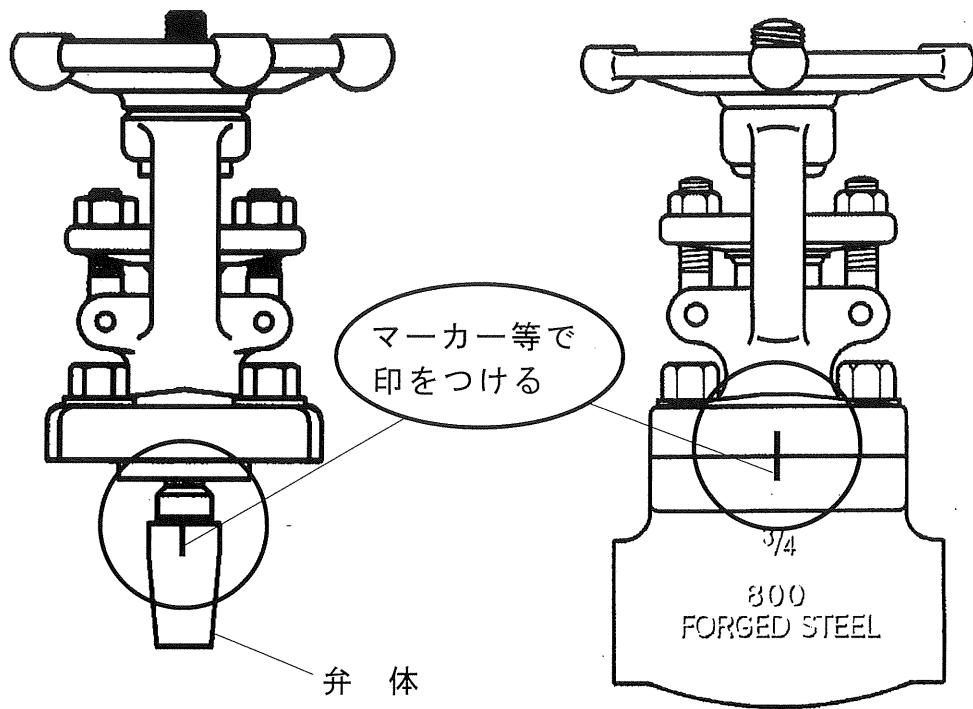

図 6.1 “合マーク”の仕方の例
- ふたボルトを緩めるまえに弁箱とふたをまたいでマーク等で図 6.1に示すとおり“合マーク”的印をしてください。組立てるとき、“合マーク”に合わせます。
- ① 全閉状態にあるバルブは、ハンドル車を反時計廻りに廻し、バルブを中間開度の状態にしてください。全閉状態にある仕切弁は、弁体とシートリングのシート面が完全に密着していますから、この状態では、以降の分解を難しくしますので、組立てたままの状態でシート面が離れる状態までバルブを開くことにより分解しやすくなります。
- ② そのままの状態でふたボルトを1本ずつ対角線上に取り外してください。もし、残圧がある場合は、この時点ではシューという音と共に漏れがあります。この場合は、シューという音が消えるまで、一時放置して残圧が無くなるのを確認し、作業の安全を確保してから作業してください。
- ③ ふたフランジ部を軽打し、弁箱から弁体、弁棒及びふたを組立てた状態で取外し、ガスケットだけの交換の場合は、この状態でガスケットを弁箱から取り出し、新品と換えることができます。
- ④ 弁棒より弁体を取り外す場合は、シート面に傷がつかないように注意してください。仕切弁の弁体は、再組立のための図 6.1に示すとおり“合マーク”を印して入方向が判るようにしておくことにより当たりの出ているシート面が合致して漏れを防止します。
- ふたボルトを緩めるまえに弁箱とふたをまたいでマーカー等で図 6.1に示すとおり“合マーク”的印をしてください。組立するとき、“合マーク”に合わせます。
- 弁箱、ふたボルトを緩めるまえに弁箱とふたをまたいでマーク一等で図 6.1に示すとおり“合マーク”的印をしてください。組立てするとき、“合マーク”に合わせます。